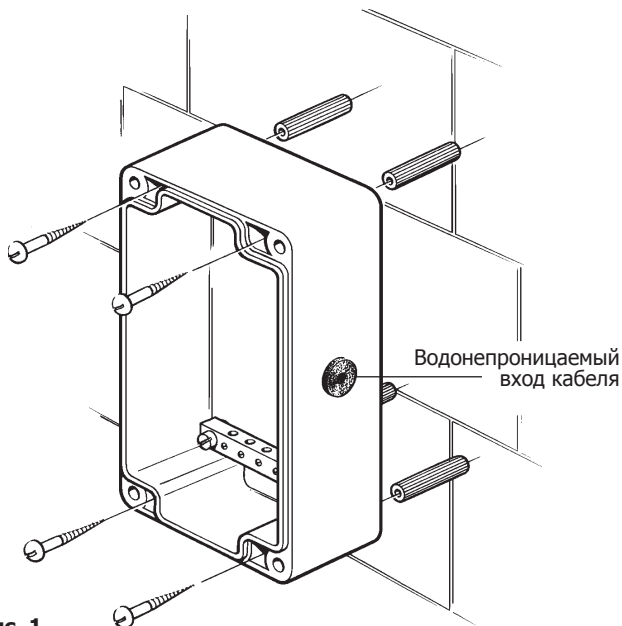

Рис. 1
1. Выберите наиболее удобный путь прокладки кабелей. Снимите переднюю крышку блока, открутив четыре винта. Просверлите 4 отверстия в необходимых местах. Установите водонепроницаемое уплотнение кабеля (рис. 1).